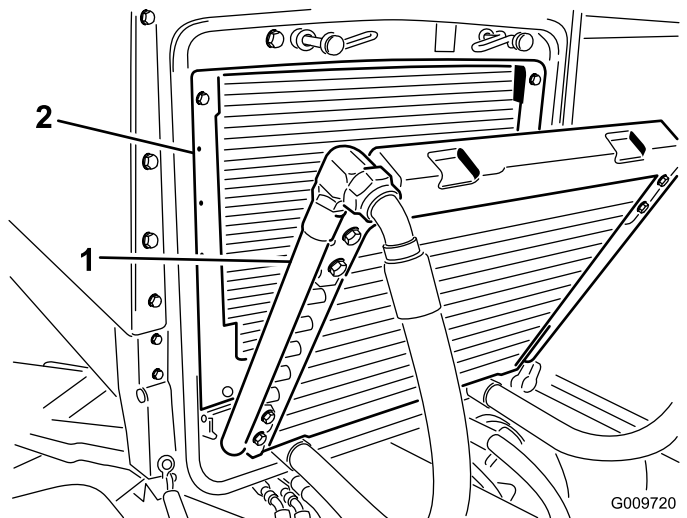

Bild 53
3. Kippen Sie den Ölkühler nach hinten. Reinigen Sie beide Seiten des Ölkühler- und des Wasserkühlerbereichs (Bild 53) gründlich mit Druckluft. Blasen Sie Rückstände von vorne nach hinten heraus. Reinigen Sie dann von hinten und blasen Sie nach vorne. Wiederholen Sie dies mehrmals, bis alle Rückstände entfernt sind.